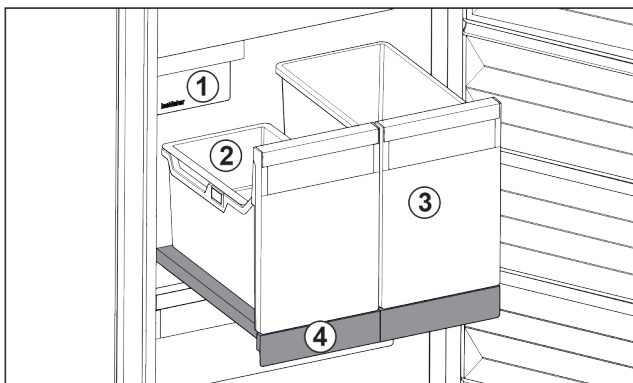

Fig. 79 Estante extraíble con IceTower
(2) Bandeja suspendida para cubitos de hielo
(4) Estante extraíble
En el estante extraíble hay dos recipientes altos (IceTower). En el recipiente Fig. 79 (2) se recogen y almacenan los cubitos de hielo del IceMaker. El recipiente Fig. 79 (3) es adecuado para conservar productos altos, como pizzas o bebidas alcohólicas.